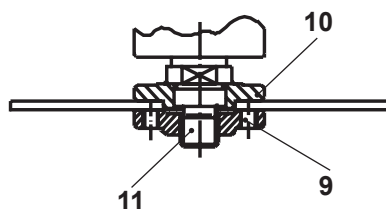

Fig. 13
- Discos finos (< 4 mm) com o centro plano: coloque a parte saliente do flange de aperto para o lado fora do disco (Fig. 13).